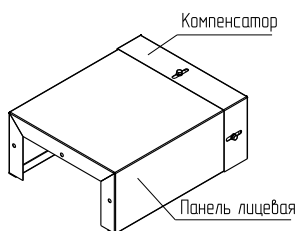

Рисунок 7
4.2.11 Установить Компенсатор (5.2) на Панель лицевую (5.1) и закрепить с помощью трех болтов М6×16 (5.4) (таблица 1), шайб 6.019 (5.6), шайб 6.65Г (5.7) (рисунок 7). Болтовое соединение согласно приложению А. Болты не затягивать. Компенсатор (5.2) должен свободно перемещаться вдоль Панели лицевой (5.1).
4.2.12 Установить Панель лицевую (5.1) в сборе с Компенсатором (5.2) на Короб верхний КЭТ/КСС (1.3). Закрепить Панель лицевую (5.1) с помощью трех болтов М6×16 (5.4) (таблица 1), шайб 6.019 (5.6), шайб 6.65Г (5.7) и гаек М6 (5.5) (рисунок 7). Болтовое соединение согласно приложению А.